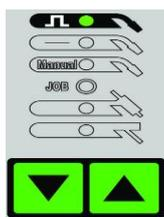

图29-2 焊接模式选择
(1) 选择焊机操作模式（脉冲专家程序，非脉冲专家程序，JOB模式…），见图29-2示意。